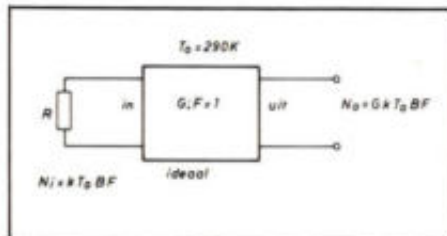
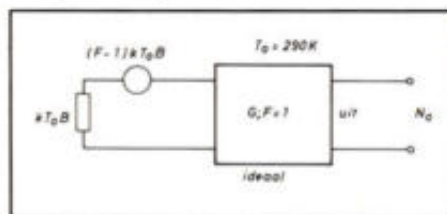

Fig. 2.
Fig. 3.
Uitdrukking (5) laat zien dat het mogelijk is het probleem te vereenvoudigen door de ruisbijdrage van het netwerk zelf te verplaatsen naar de ingang, fig. 2. Dus als „extra” bron van een ideaal netwerk met de versterking G en $F = 1$. Dit netwerk is gegeven in fig. 3.
Fig. 3 toont het vervangingsschema. N_i kan ook worden uitgedrukt in een temperatuur; deze wordt de *operationele ruistemperatuur* genoemd.